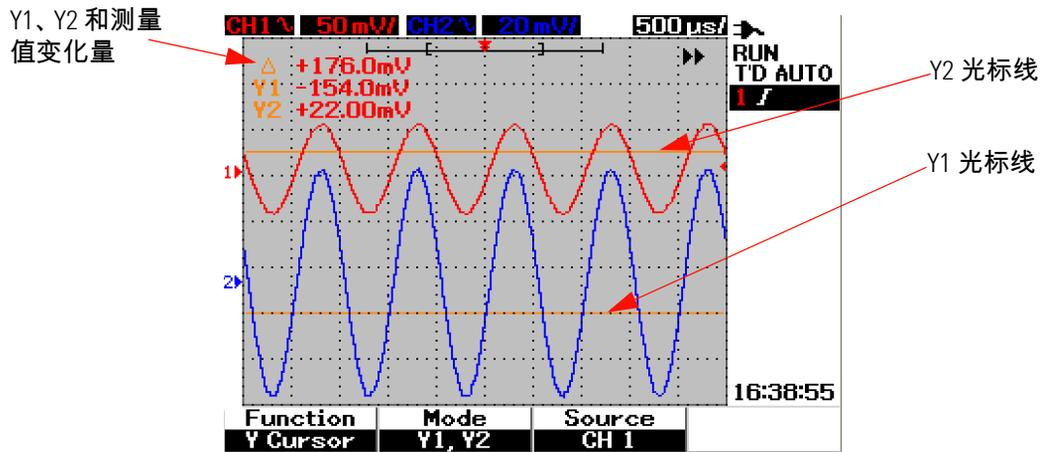

图 3-34 包含 Y1 和 Y2 光标线的通道 1 信号的 Y 光标测量
- 4 在图 3-34 中，选定了两条光标线 – Y1 和 Y2 模式，对通道 1 上的信号进行测量。